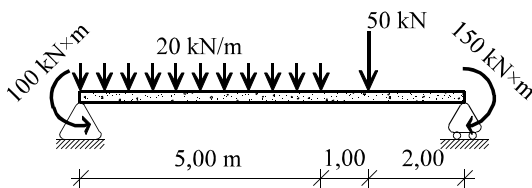

Figura 3
3) Dibujar y acotar las leyes de esfuerzos cortantes y flectores en la estructura de la figura 3.